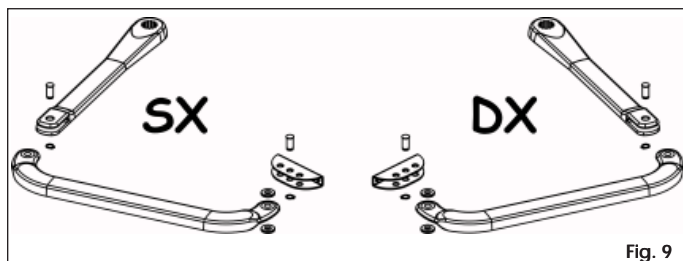

Fig. 9
- Ensamblen el brazo articulado y el empalme anterior tal y como se indica en la Fig. 9.